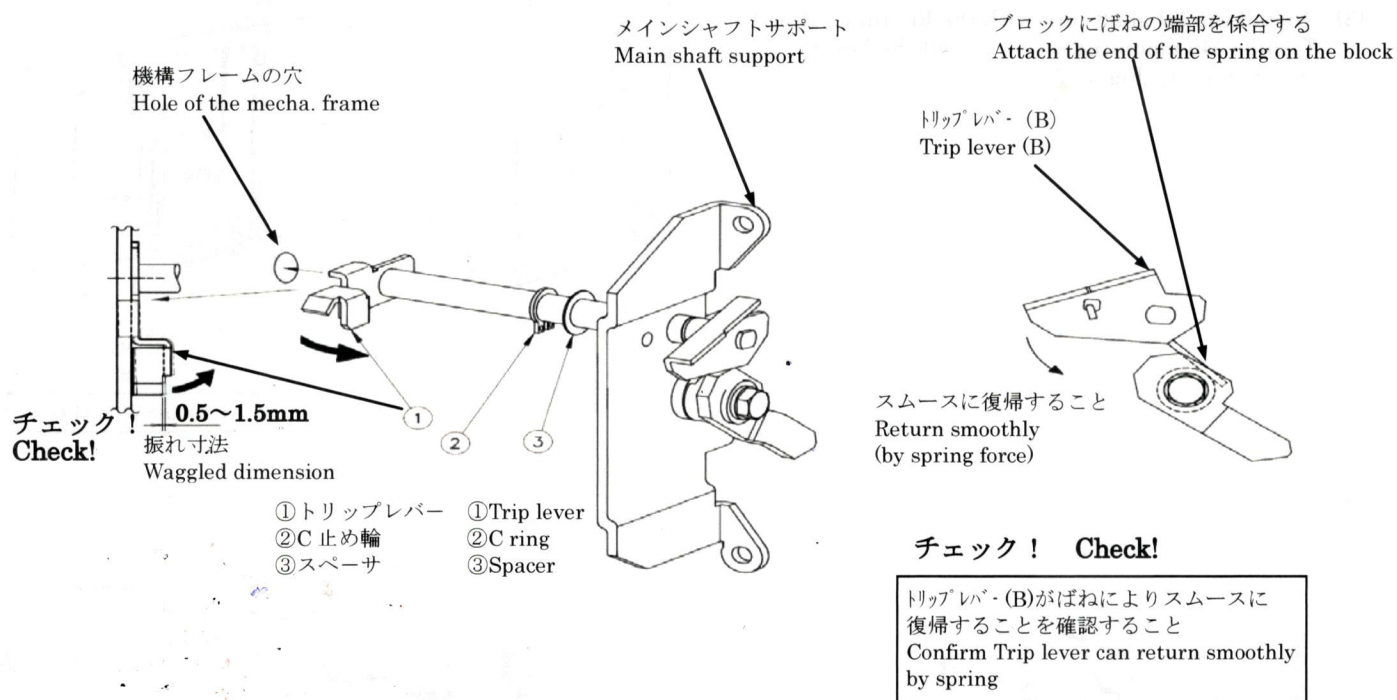

図 4-1 Fig.4-1
トリップレバー①の先端の振れ寸法を確認してください。1.5mm を超える場合は、C 止め輪②とメインシャフトサポートの間にスペーサ③を入れて 0.5～1.5mm になるように調整してください。(図 4-1 参照)
When the dimension ( $>1.5\text{mm}$ ), make sure to adjust the correct dimension (0.5～1.5mm) to put some spacer③ between the C ring② and the mainshaft support of ACB body. (see Fig 4-1)